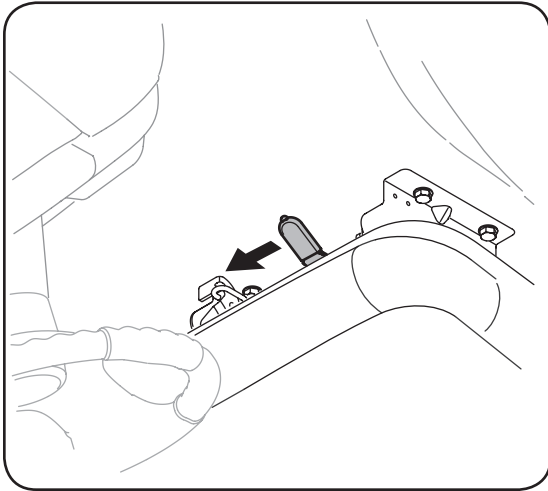

Figure 5-3
- Pour ajuster la position du siège s'il est équipé d'une manette de réglage, déplacez la manette (qui se trouve sous le siège) vers la gauche et avancez ou reculez le siège. Voir la Figure 5-3. Assurez-vous que le siège est bloqué en position avant de mettre le tracteur en marche.